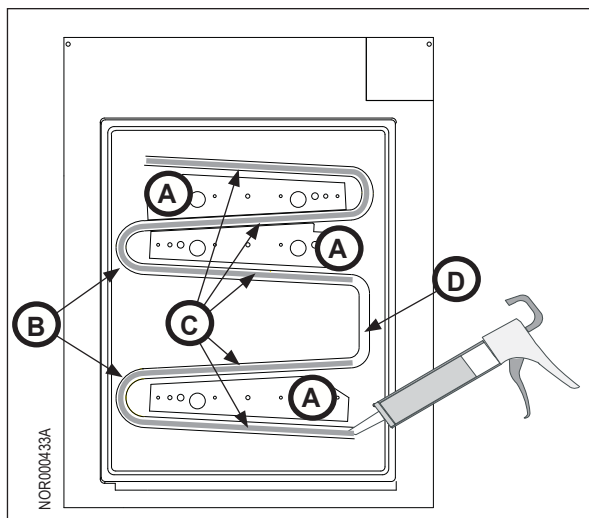

Fig. 12 - Application du mastic sur la nouvelle unité de refroidissement
4. Appliquez un boudin de mastic de 13 mm de largeur par 10 mm d'épaisseur sur les tubes de l'évaporateur (Fig. 12, B) qui rencontrent les plaques de l'évaporateur (Fig. 12, A).
**Attention!** N'appliquez pas de mastic sur la section droite du connecteur du tube (Fig. 12, D).